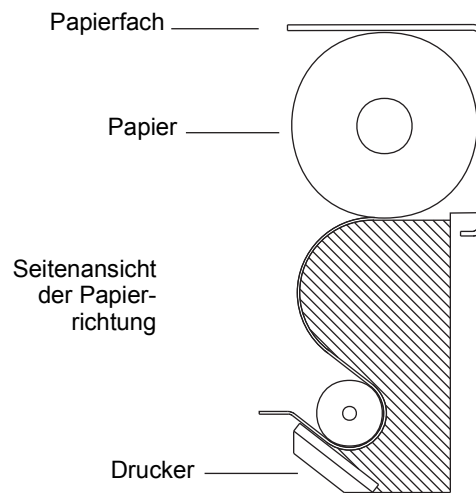

Abbildung 7-11. Einlegen des Druckerpapiers
Schritte zum Einlegen des Druckerpapiers (siehe Abbildung 7-11):
4. Heben Sie den Papierstärkehebel auf der rechten Seite des Druckers (von vorne gesehen – in Abbildung 7-11 nicht sichtbar) an und senken Sie ihn wieder ab, um das System zurückzusetzen.